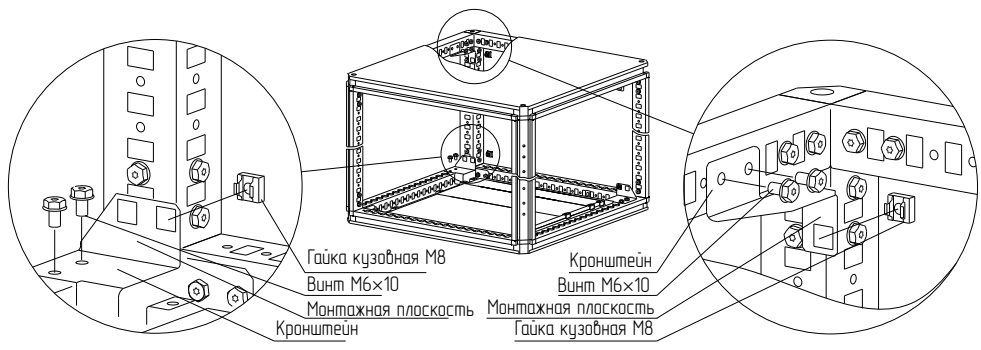

Рисунок 9
4.4.2 Закрепите на крыше и основании кронштейны винтами М6×10 (Рисунок 9).
- 4.4.3 Установите гайки кузовные М8 в квадратные отверстия кронштейнов (Рисунок 9).